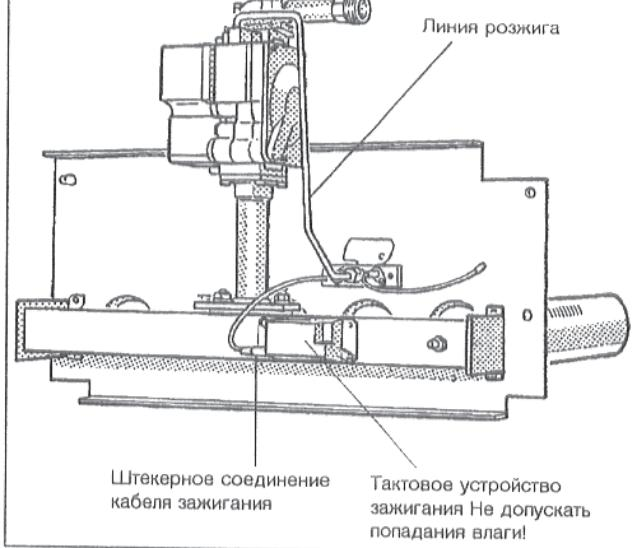

Рис. 33: Газовая горелка
стакан или штекерное соединение кабеля зажигания на тактовом устройстве зажигания (Рис. 33).
- Снять линию розжига с горелки розжига (Рис. 33).
- Ослабить по два винта на горелке розжига и осторожно вынуть горелку розжига (Рис. 33).
- Погрузить стержни горелки в воду с моющим средством и очистить их щеткой. При этом следить за тем, чтобы не произошло намокание теплоизоляции на щите горелки и такового устройства зажигания! При необходимости отвинтить тактовое устройство зажигания (Рис. 33).